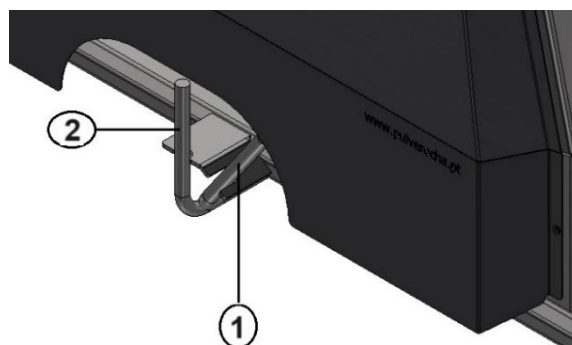

Figura 6.7 – Ex. Travão mecânico barra BRU EVO
- Desative o travão mecânico (2) do corpo central da barra (*Figura 6.7*);